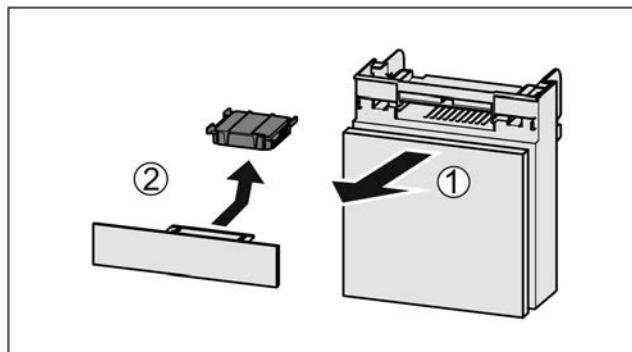

Fig. 50
- Вытянуть Fig. 50 (1) отделение движением вперед.
- Извлечение Fig. 50 (2) фильтра с активированным углем.